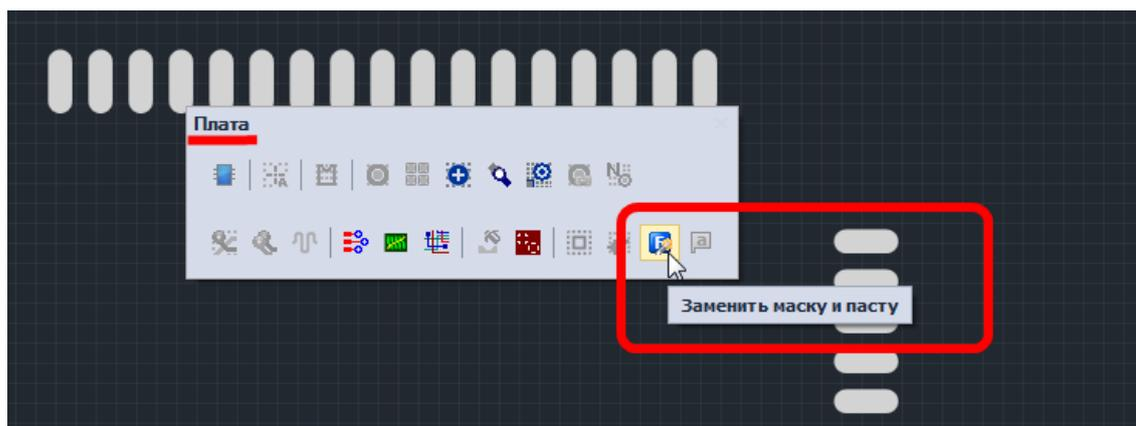

Рис. 190. Запуск механизма изменения маски и пасты
2. Нажать кнопку «Заменить маску и пасту», обозначенную значком  на панели инструментов «Плата», см. Рис. 190.